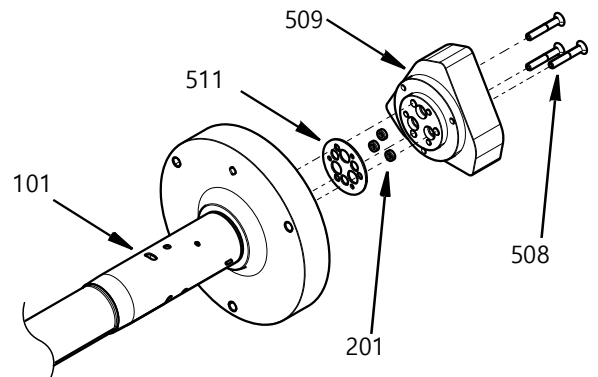

FIG. 27
7. 나머지 로드 씰(201) 3개를 에어 실린더 하우징 (509)에 장착합니다. 로드 씰 설치 **씰 삽입 및 제거 공구 키트, 25T489**(32페이지)를 참조하십시오. 새 개스킷(511)을 장착하고 M4 나사(508) 3개를 사용하여 에어 실린더 하우징을 중앙 본체 (101)에 고정합니다. 29.2 in-lbs(3.3 N•m) 토크로 조입니다. FIG. 27를 참조하십시오.